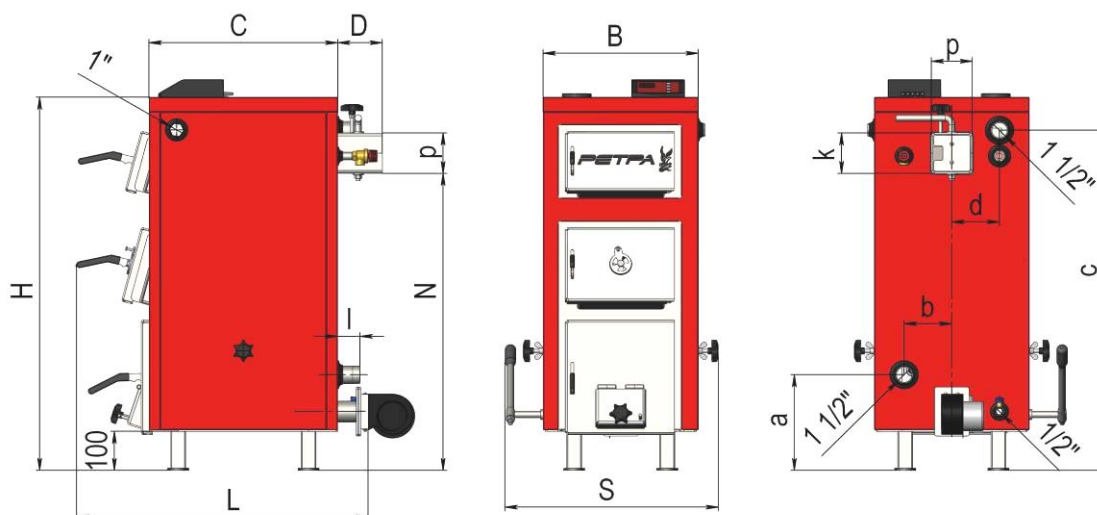

Рис.1.Габаритні та приєднувальні розміри котлів модельного ряду «Петра-5М» та «Петра-5М PLUS»
3.2. Габаритні та приєднувальні розміри котлів модельного ряду «Петра-5М» та «Петра-5М PLUS» наведені на Рис.1 та таблиці 2.